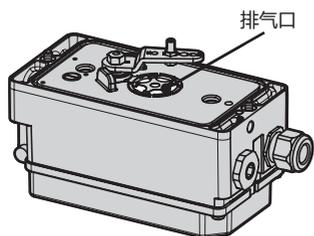

图5-1: 排气口 (定位器背部)
- 现场安装设备时, 请勿密封或限制排气口 (请参见图5-1)。